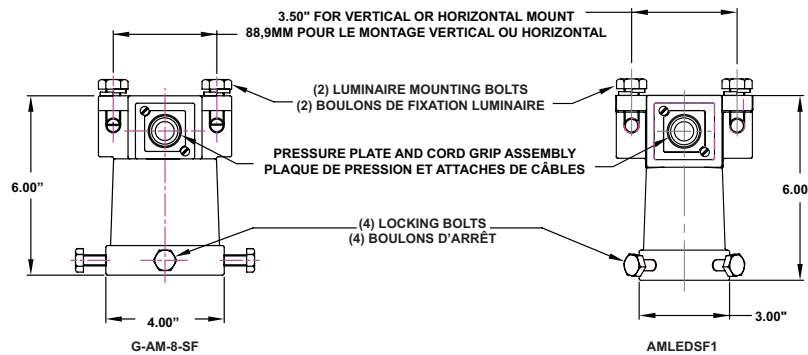

Figure 10: Poletop Slip-Fitters (P/Ns: G-AM-8-SF & AMLEDSF1) | Embouts de poteau (réf. : G-AM-8-SF et amledsf1)
1. Loosen the two screws on the pressure plate for cord/cable entrance. See Figure 10.
Desserrez les deux vis de la plaque de pression pour permettre l'entrée du cordon/câble. Reportez-vous à la Figure 10.
4. Mount the luminaire with yoke to the poletop slip-fitter using the two luminaire mounting bolts (supplied). Tightly secure the bolts. See Figures 10 & 11.
Montez le luminaire avec l'étrier sur l'embout de poteau à l'aide de deux boulons de fixation de luminaire (fournis). Serrez fermement les boulons. Reportez-vous aux Figures 10 et 11.